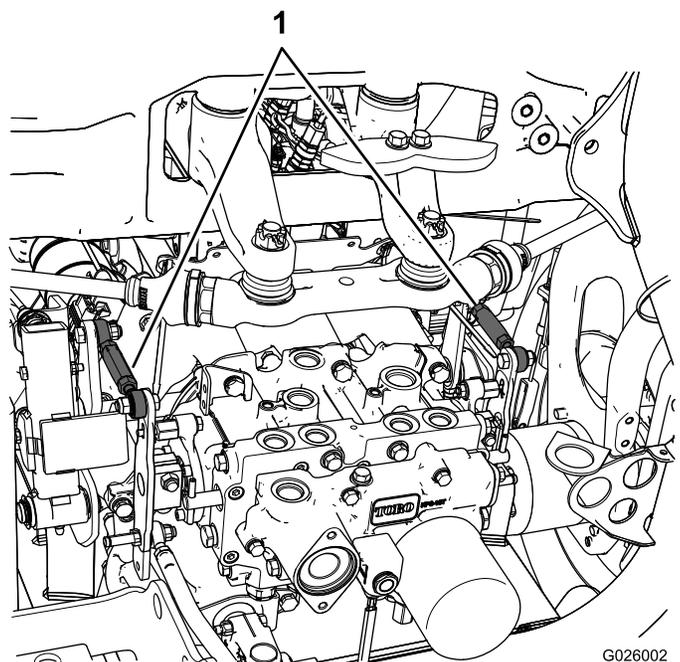

Figure 49
- Si la roue arrière gauche tourne, desserrez les écrous de blocage sur la tige de commande de transmission gauche (Figure 49).